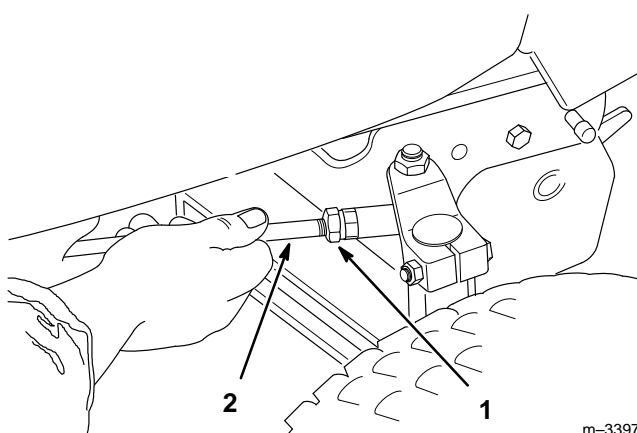

Abbildung 46
1. Die Gegenmuttern an den Enden der Lenkstangen lösen (Abb. 46).